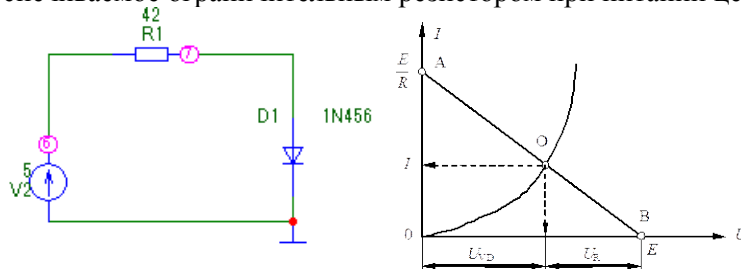

Рис. 1.26
В качестве примера рассмотрим цепь, схема которой приведена на рис. 1.26. **Рабочей точкой** диода по постоянному току называется конкретное значение напряжения и тока на диоде, обеспечиваемое ограничительным резистором при питании цепи от источника напряжения.
3. Составление уравнений по второму закону Кирхгофа. Необходимо составить  $6 - 3 = 3$  уравнения. В схеме на рис. 1.26 выбираем контура I, II, III и для них записываем уравнения: